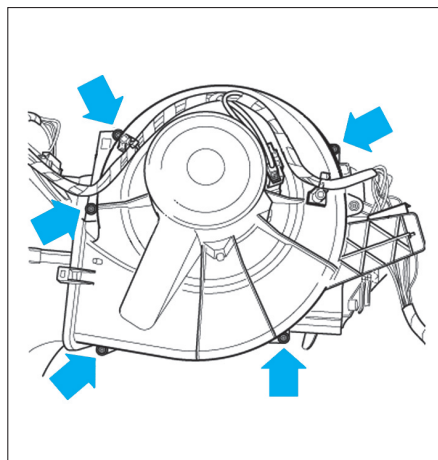

Fig. 7
- Déposer les 5 vis de fixation du boîtier du motoventilateur (Fig.7).